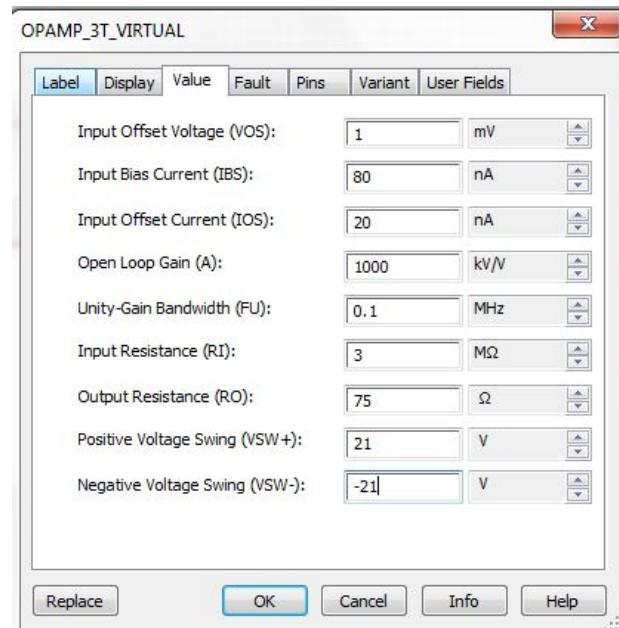

Рис.11. Настройка ОУ
Для настройки параметров ОУ выполняются аналогичные операции. Открывается окно, изображённое на рис.11. Устанавливаются необходимые значения параметров ОУ. *Unity-Gain Bandwidth (FU)* – частота единичного усиления f_{ed} , *Open Loop Gain* – коэффициент усиления ОУ.